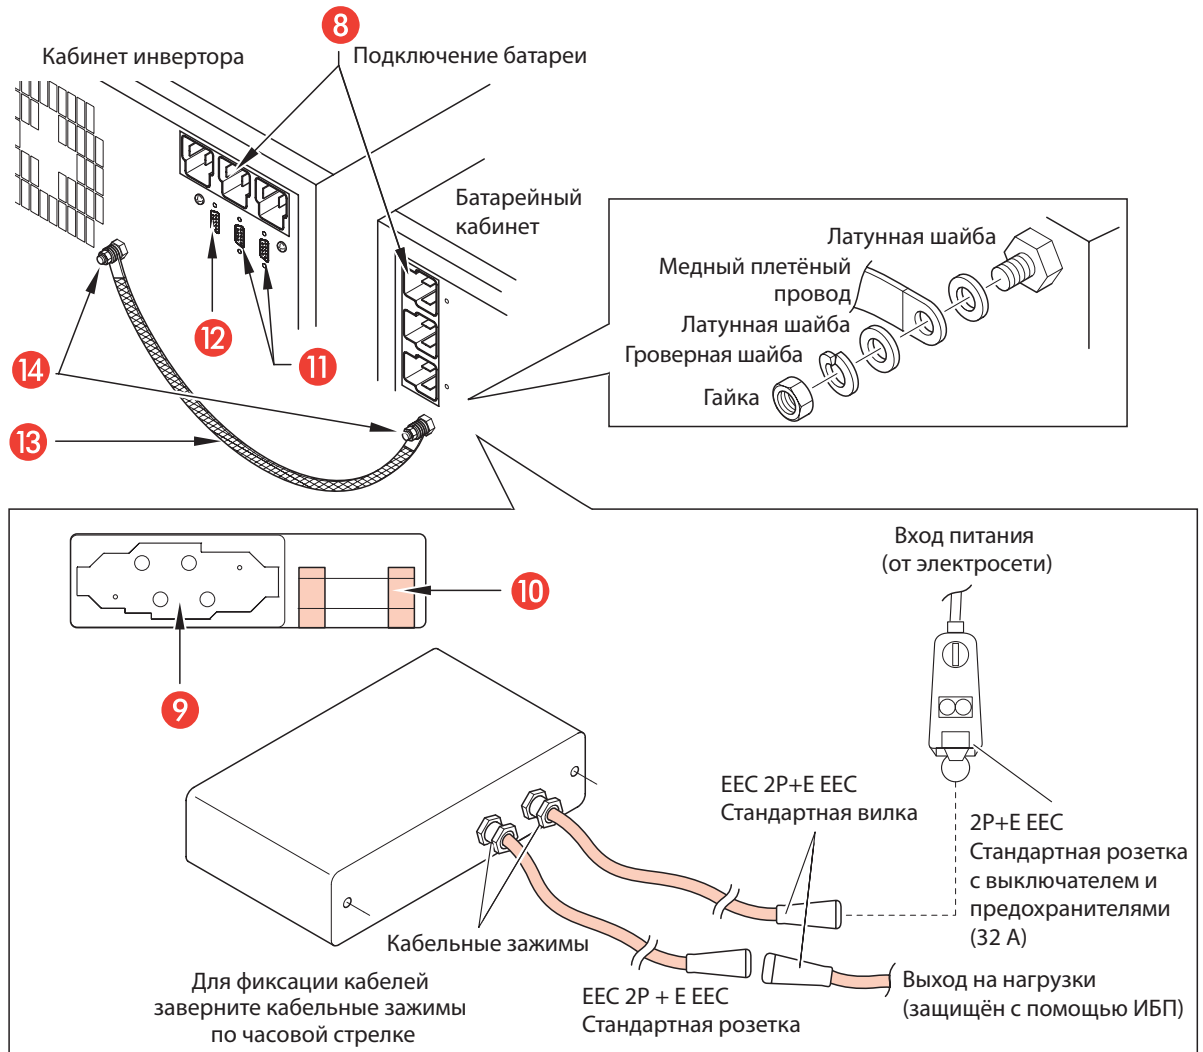

Рис. 6.
Двойной кабинет (рис. 6):
2. Соедините винты заземления между двумя кабинетами медным плетёным проводом из комплекта, как показано на рис. 6.
7. Вставьте соединитель входа/выхода в штепсельный разъём [9] сзади на ИБП и закрепите его винтами из комплекта поставки (см. рис. 6).